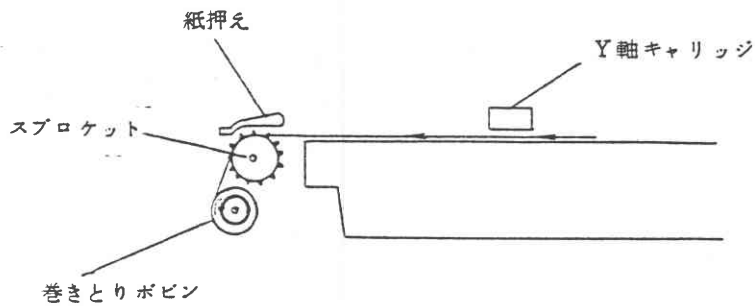

図4. ロール紙のまきつけ方
- ① 1項で装着した記録紙を引きだして、吸着板の上を通し、図4に示すように紙押えの下を通してください。
- ② 巻きとりボビンを、巻きとりフランジにとりつけます。
- ③ 次にスプロケットのビン（記録紙送りビン）に記録紙送り孔を合せ、記録紙の先端を巻きとりボビンのハترون紙にはさみ込んで巻付けます。
- ④ チャート送り速度を60 cm/min としSTARTスイッチを押して少し巻きとりボビンに記録紙を巻付けてから、測定を開始して下さい。